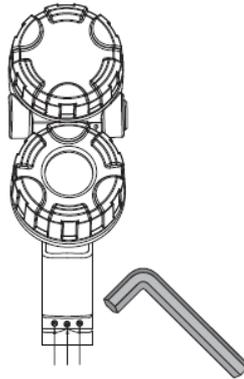

图 3
4. 拧松液位计表头的锁紧螺丝，将电气接口置于所需的位置。请参见图 3。
3. 拧松液位计头部的锁紧螺丝，将电气接口置于所需的位置。请参见图 3。